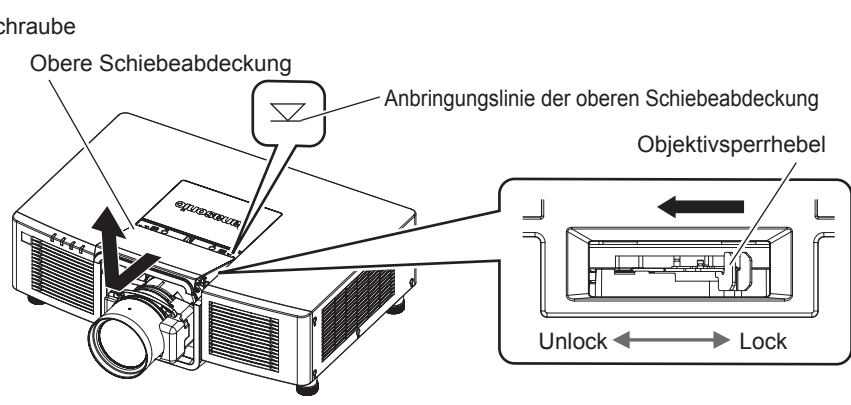

Abb. 2
- 2) Entfernen Sie die obere Schiebeabdeckung. (Abb. 2)**
- 7) Bringen Sie die obere Schiebeabdeckung an. (Abb. 2)**
- 2) **Entfernen Sie die obere Schiebeabdeckung. (Abb. 2)**
- 5) **Bringen Sie die obere Schiebeabdeckung an. (Abb. 2)**